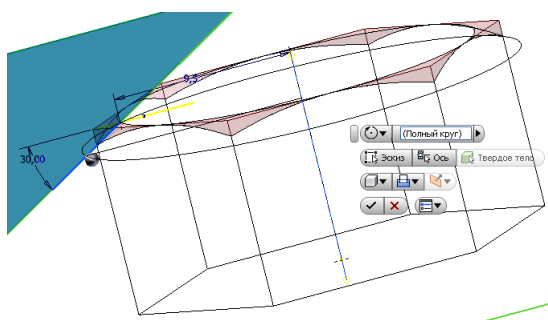

Рис. 3.23. Задание параметров выреза
9. Щелкните на кнопке «Вращение»  в панели «Создать» и постройте фаску гайки. Укажите построенную линию и область для удаления материала. В сопровождающем меню выберите «Вырез»  и «Полный круг» (рис. 3.23). Укажите ось вращения – ось Y.